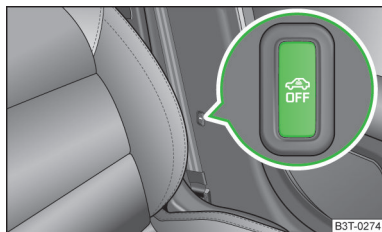

Fig. 19
- Apăsați tasta simbol  » fig. 19 de pe stâlpul B de pe partea șoferului. În tastă se modifică iluminarea simbolului  din roșu în portocaliu.